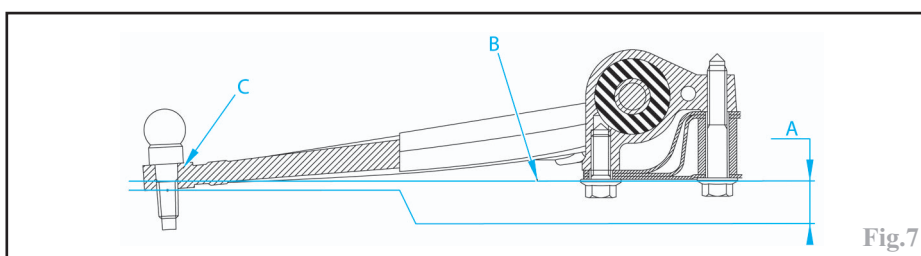

Fig.7
-lever le triangle de telle sorte que son extrémité inférieure (A) (Fig.7) soit **10 mm** en dessous du plan inférieur (B) du berceau au niveau du palier arrière puis serrer les vis de fixation arrière au couple prescrit.